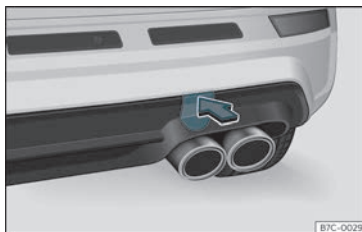

Fig. 43 No lado dereito do parachoques traseiro: retirar a tapa.
A cavidade da argola de remolque enroscada está situada no lado dereito do parachoques traseiro detrás dunha tapa»» **fig. 43**.
- Prema sobre a parte superior da tapa »» **fig. 43** para desencaixala.